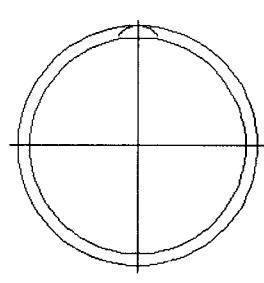

图 1-24
(5) 单击“修改”|“修剪”命令, 剪除多余线段, 单击“修改”|“删除”命令, 将无法剪除的多余线段予以删除, 结果如图1-24所示。